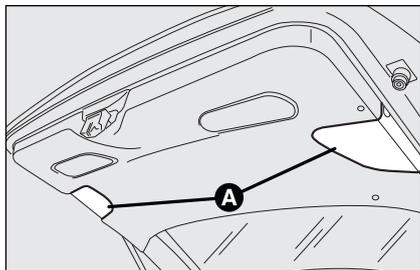
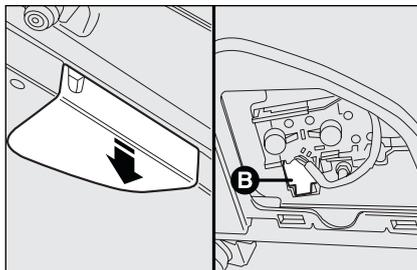

fig. 33
fig. 34
- pousser vers le bas le couvercle **A-fig. 33** et défiler le connecteur électrique **B-fig. 34**;